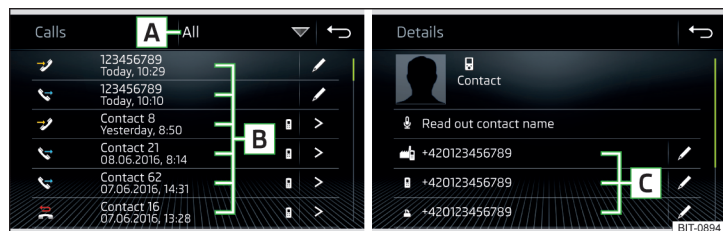

Fig. 149 Lista de apeluri/Detailii contact
» În meniul principal *Telefon*, acționați suprafața de comandă funcții , se afișează o listă de apeluri » fig. 149.
- > Afișarea detaliilor contactului » fig. 149